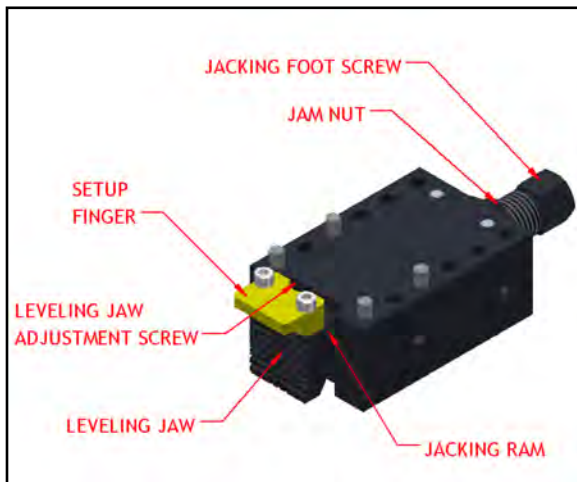

FIGURE 3-6. COMPOSANTS DU PIED DE NIVELLEMENT
39.02 (991)	42.5 (1,080)	A	2
- Réglez grossièrement les pieds de nivellement (un pied est montré sur la Figure 3-6) en tournant la vis de poussée du pied jusqu'à ce qu'ils soient à peu près plus larges de 1/8" (3 mm) que le DE de la bride.